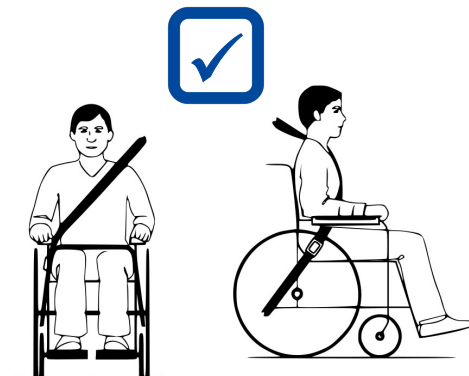

Abbildung 4 Gurt korrekt angelegt
7. Achten Sie darauf, dass die Schultergurte über den Schultern liegen, siehe Abbildung 4.